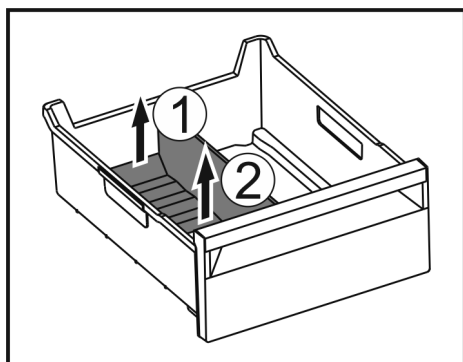

Fig. 186
- ▶ Zvedněte zadní část přepážky přihrádky na led. Fig. 186 (1)
- ▶ Přepážku přihrádky na led vyjměte nahoru. Fig. 186 (2)